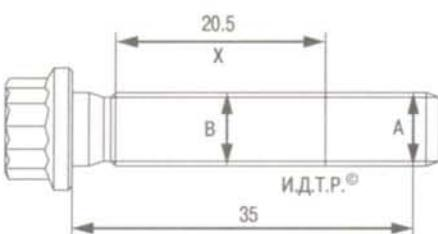

Рис. 5.31. Проверка болтов крепления крышек шатунов
- измерьте наружный диаметр **A** (рис. 5.31);